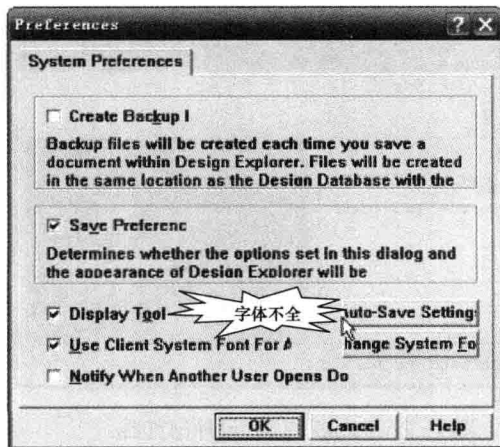
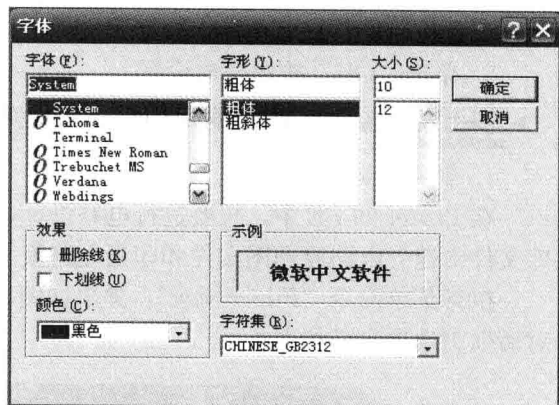
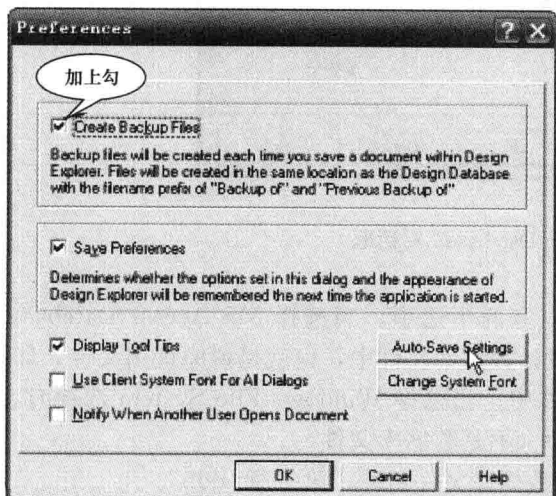
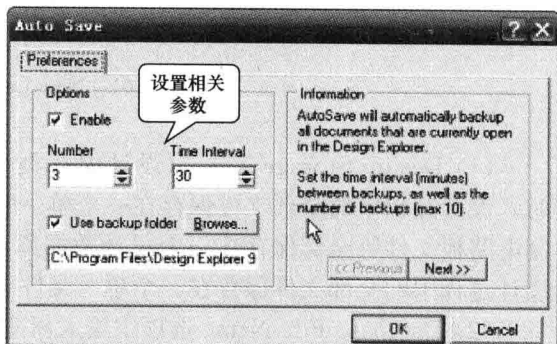

图 1-5 “Preferences” 对话框
图 1-7 系统字体设置对话框
图 1-8 备份文件设置
图 1-9 “Auto Save”设置对话框
1) 单击当前窗口左上角的系统菜单  图标，在弹出的下拉菜单中单击“Preferences...”命令，如图 1-5 所示，系统字体显示并不完整，
2) 在图 1-5 所示的“Preferences”对话框中，单击“Change System Font”命令按钮，弹出如图 1-7 所示的系统字体设置对话框，用户可以根据需要设置系统字体。
1) 在如图 1-5 所示的“Preferences”对话框中，将“Create Backup File”前的复选框勾上，如图 1-8 所示，再单击“Auto Save Setting”按钮，弹出如图 1-9 所示的自动存盘参数设置对话框。